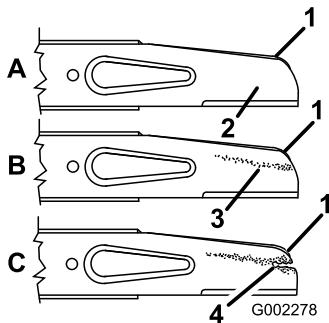

Figura 37
2. Retire las tuercas de la cuchilla, el acelerador y la cuchilla (Figura 37).